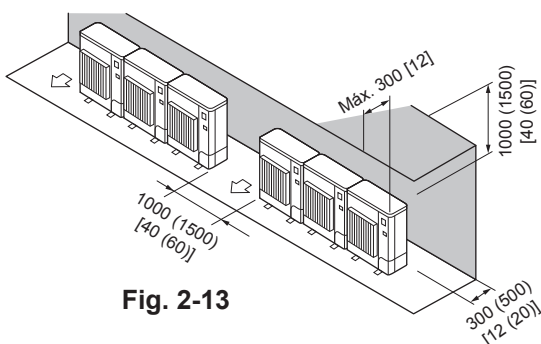

Fig. 2-13
- ② Obstáculos sólo en la parte trasera y superior (Fig. 2-13)